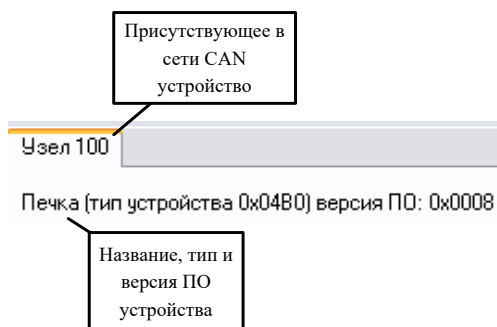

Рис. 6.6 Список присутствующих устройств
1. Если программа RTCON не запущена – запустите ее. После включения программы должен сформироваться список присутствующих в сети CAN устройств – см. Рис. 6.6:
1. Если программа RTCON не запущена – запустите ее. После включения программы должен сформироваться список присутствующих в сети CAN устройств – см. Рис. 6.6.